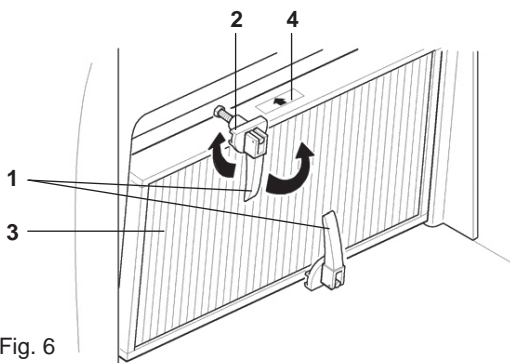

Fig. 6
- Öppna handtagen (pos. 1)
- Vrid fästordningarna (pos. 2) i 180°
- Byt filtret (pos. 3)
- Pilen (pos. 4) ska inriktas i luftflödets riktning utifrån och in i maskinen.
VARNING: för in filtret i den riktning som anges på den (pos. 4 Fig.6).